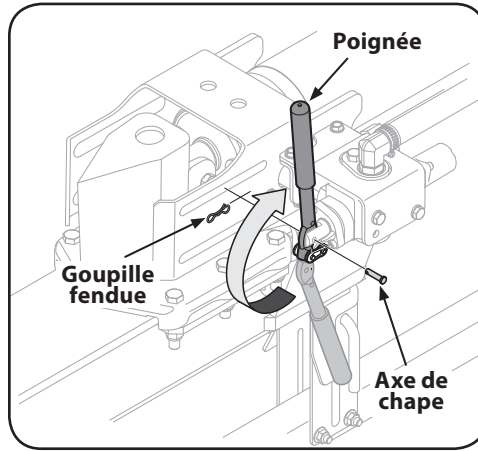

Figure 3-8
poignée de commande. Voir Figure 3-8.
23. Faites pivoter la poignée de commande à la position de fonctionnement et fixez-la avec l'axe de chape et la goupille fendue retirés à l'étape 22. Voir Figure 3-8.